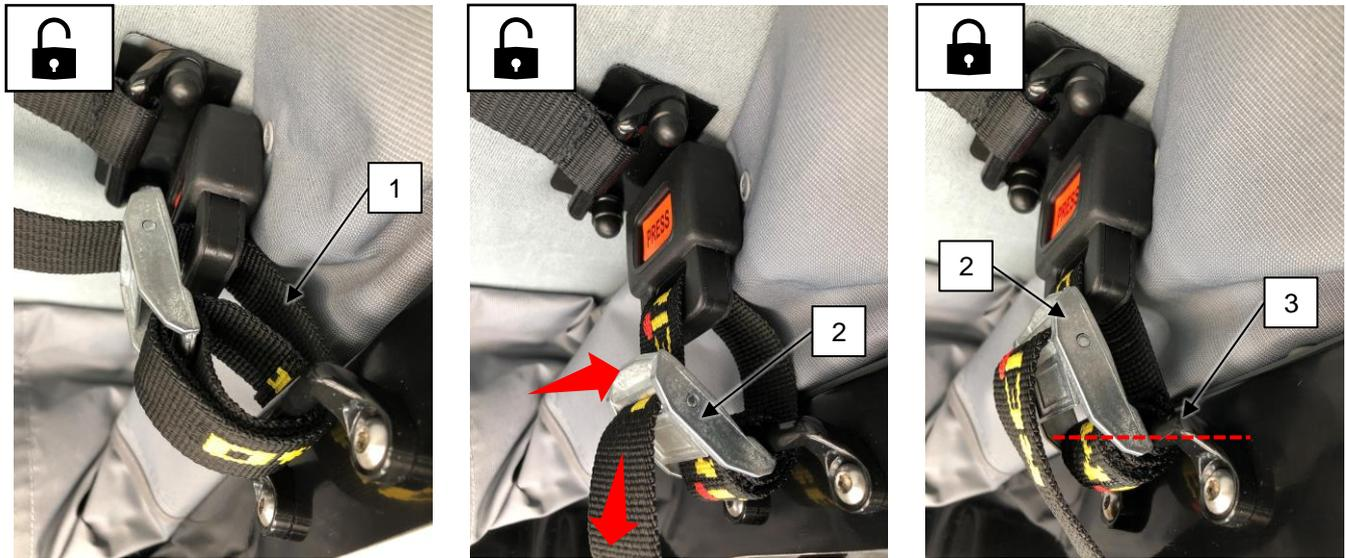

Abb. 7-1: Dachverschluss - Gurtbandführung
- Das Gurtband (s. Abb. 7-1, 1) entsprechend Abb. 7-1 anbringen und straffziehen, dabei gegen die Schnalle (2) drücken: **Die Schnalle (2) muss auf dem Bügel (3) aufliegen!**